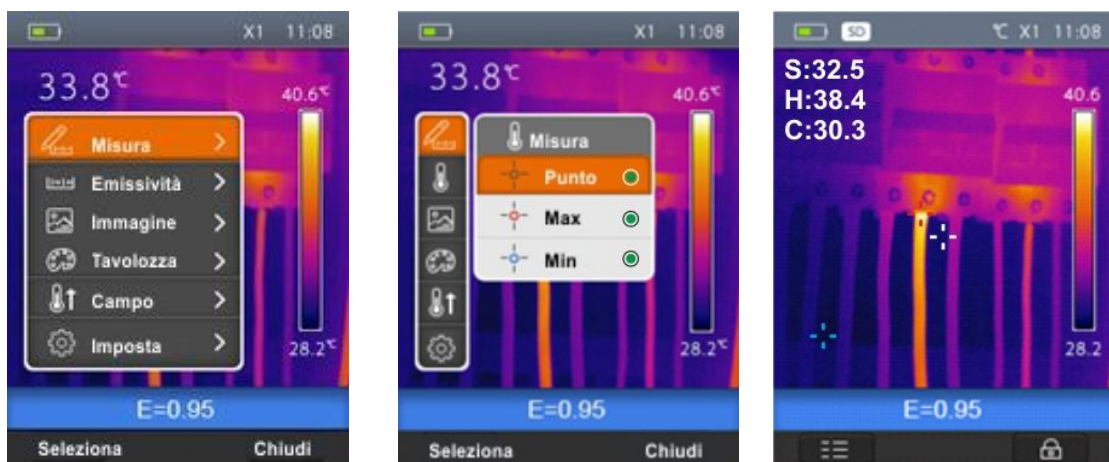

Abb. 16: Einstellung der 3 Messcursor
1. Wählen Sie "Messung" mit den  $\oplus$  oder  $\ominus$  Tasten aus und drücken Sie die  Taste. Die Bildschirmseite Abb. 16 – Rechte Seite erscheint im Display.